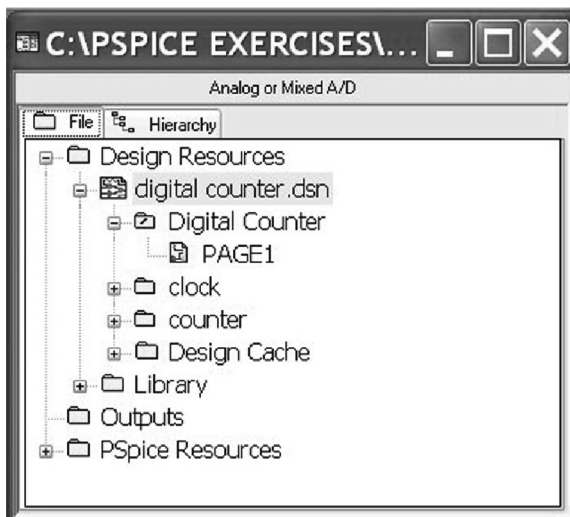

图 20.43 将 Clock 和 counter 原理图添加至 Digital counter 仿真项目
4. 打开第 18 章练习 1 的 Mod 3 Counter 仿真项目，按照第 3 步的具体操作，将 counter 原理图文件夹复制、粘贴至 Digital Counter 项目管理器中。设置完成之后关闭 Mod 3 Counter 仿真项目。此时项目管理器如图 20.43 所示。